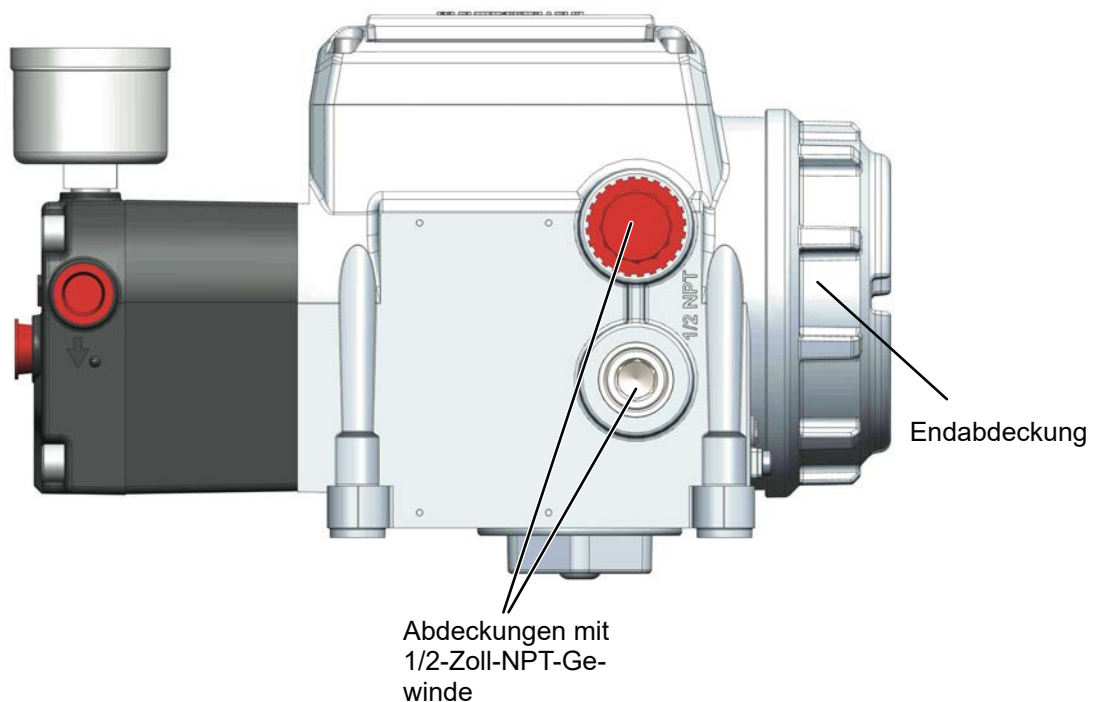

Abbildung 16: Stopfbuchsen- bzw. Leitungsschutzrohreinführungen am SVI3
2. Schrauben Sie die Endabdeckung ab und entfernen Sie die gewünschte Kunststoffabdeckung mit 1/2-Zoll-NPT-Gewinde für die Verkabelung (Abbildung 16).